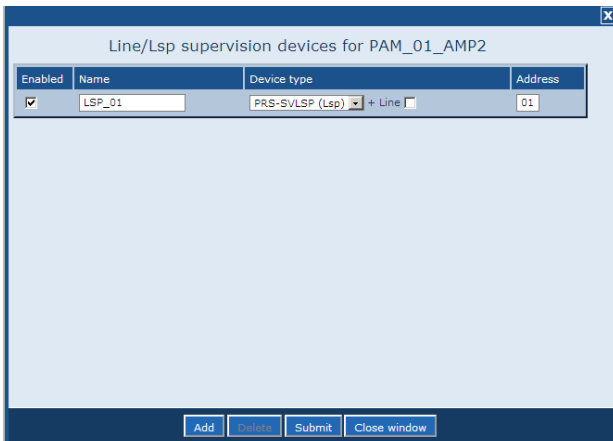

Abbildung 43.17: Überwachungsgerät hinzufügen, Schritt 4
- Klicken Sie auf *OK*, um das Überwachungsgerät dem Audio-Ausgang der Endstufe hinzuzufügen. Es wird ein Bildschirm angezeigt, der Abbildung 43.17 ähnelt.